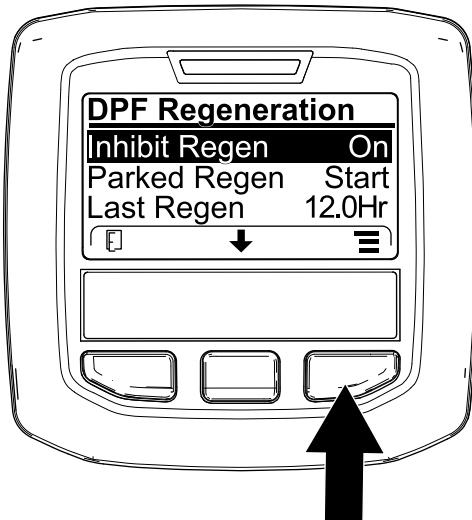
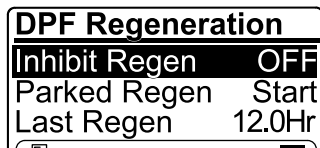

Figure 31
Figure 32
1. Ouvrez le menu DPF Regeneration (régénération du FAP), appuyez sur le bouton central pour naviguer jusqu'à l'option INHIBIT REGEN (interdiction de régénération), et appuyez sur le bouton droit pour la sélectionner (Figure 31).
2. Appuyez sur le bouton droit pour changer l'option d'interdiction de régénération de On (activée) à Off (désactivée) (Figure 31) ou inversement (Figure 32).